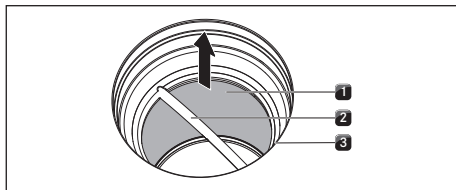

Abb. 8.3 Edelstahl-Fettfilter ausbauen
- ▶ Ziehen Sie im Inneren der Einströmöffnung die Filterwechselklappe aus der Öffnung des Filtergehäuses (Filterwechselklappe entfernen siehe Abb. 8.3).